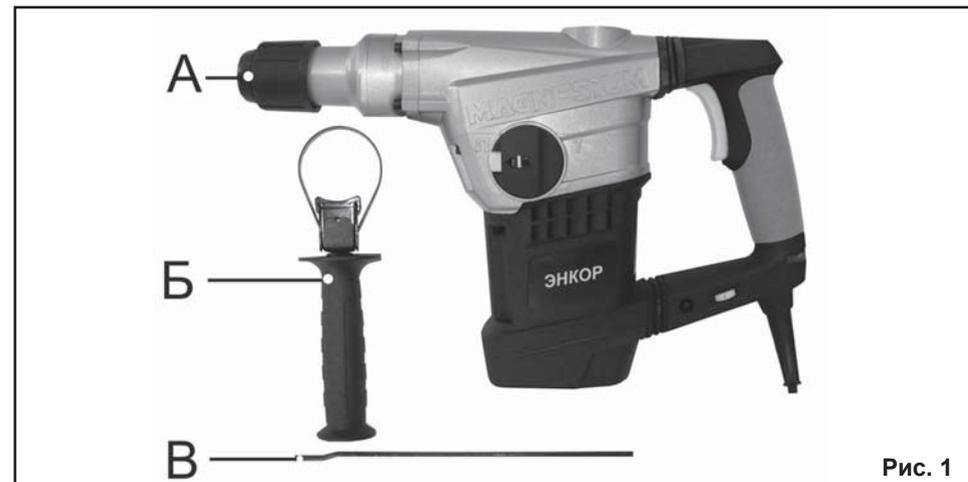

Рис. 1
3.1. Комплектность перфоратора представлена на Рис. 1.